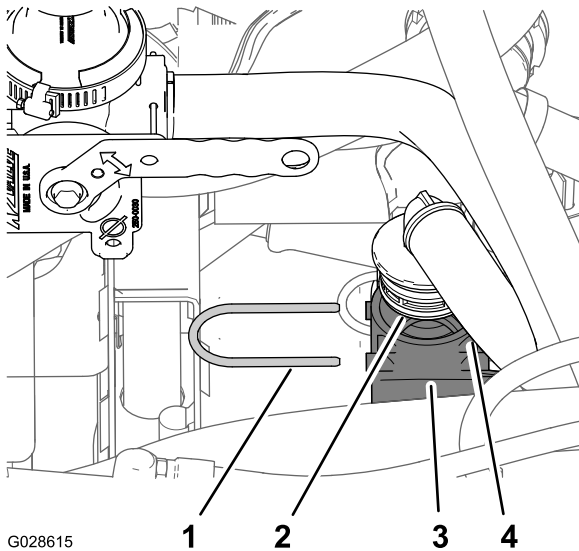

Figura 27
1. Inserte el acoplamiento dentado de 90° de la manguera de desvío del eyector en el acoplamiento en T inferior (Figura 27) con el que trabajó en el paso 2 de Preparación para instalar la válvula del eyector (página 11).
2. Sujete el acoplamiento de 90° al acoplamiento en T inferior con la horquilla de retención (Figura 27) que retiró en 2 Preparación para instalar la válvula del eyector (página 11).